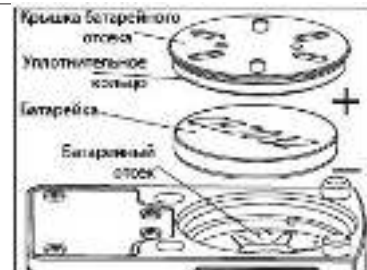

Рис. 3-3
Открутите специальным ключом (Рис.3-2) крышку батарейного отсека (Рис.3-3) Замените севшую батарейку следующим способом: Вставьте новую батарейку в лоток с соблюдением полярности.
2) Как показано на Рис.3-3, закрутите крышку батарейного отсека специальным ключом (Рис.3-2).